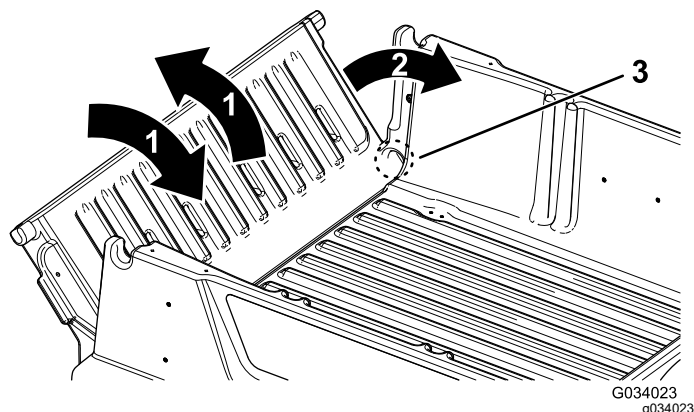

Рисунок 18
2. Установите откидной борт в положение под углом приблизительно 45° (Рисунок 18).
3. Короткими движениями, встряхивая, переместите откидной борт назад и вперед несколько раз (Рисунок 18).